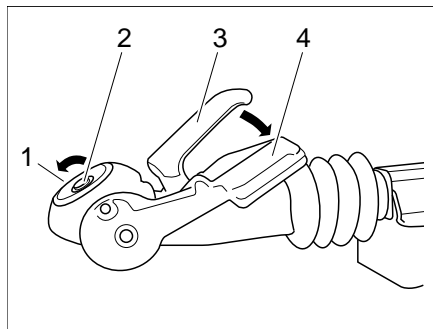

Bild 1 Sicherheitskupplung AKS 1300
- Kupplungsgriff (Bild 1,3) nach oben ziehen.
- Kupplungsgriff (Bild 1,3) von Hand (nicht mit dem Fuß) nach unten drücken.
- Handrad (Bild 1,1) so lange nach rechts drehen, bis es deutlich einrastet.
- Sichtkontrolle durchführen: Der grüne Zylinder der Sicherheitsanzeige (Bild 1,2) muss sichtbar sein.
- Die Stabilisierungseinrichtung aktivieren. Dazu den Stabilisierungshebel (Bild 1,4) bis zum Anschlag nach unten drücken.